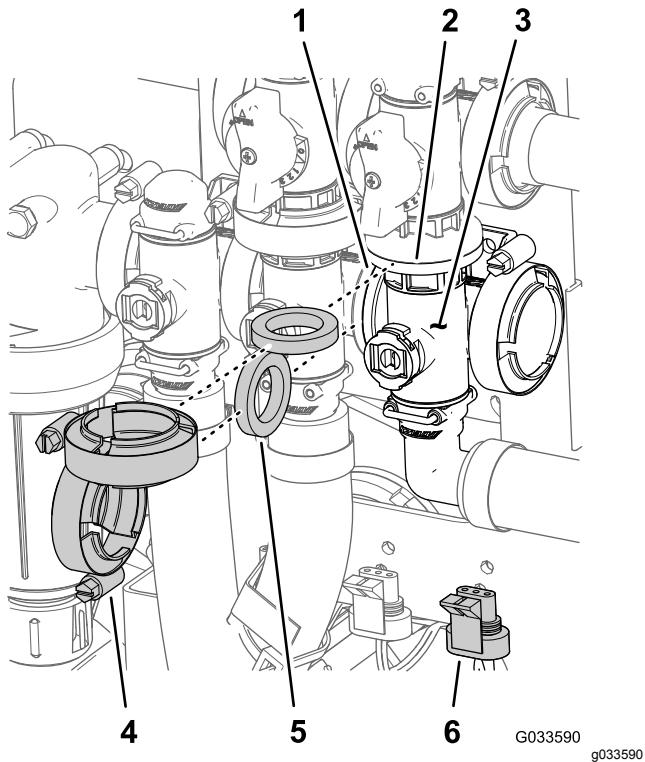

Bild 126
- Fluchten Sie den Flansch des Hauptausleger-Ventilverteilers, eine Dichtung und den Flansch des Hauptausleger-Sicherheitsventils aus (Bild 126).
- Montieren Sie den Hauptausleger-Ventilverteiler, eine Dichtung und das Hauptausleger-Sicherheitsventil mit einer Flanschklemme und ziehen sie mit der Hand an (Bild 126).
- Fluchten Sie den Flansch des Hauptausleger-Ventilverteilers, eine Dichtung und den Rührwerkventilverteiler aus (Bild 126).
- Montieren Sie den Hauptausleger-Ventilverteiler, die Dichtung und den Rührwerkventilverteiler mit einer Flanschklemme und ziehen sie mit der Hand an (Bild 126).
- Befestigen Sie das Rührwerkventil mit der Bundkopfschraube und der Sicherungsbundmutter (Bild 126), die Sie in Schritt 3 von Entfernen des Ventils des Hauptauslegerverteilers (Seite 83) entfernt haben, an der Ventilhalterung und ziehen Sie die Schraube und Mutter bis auf 10-12 N·m an.